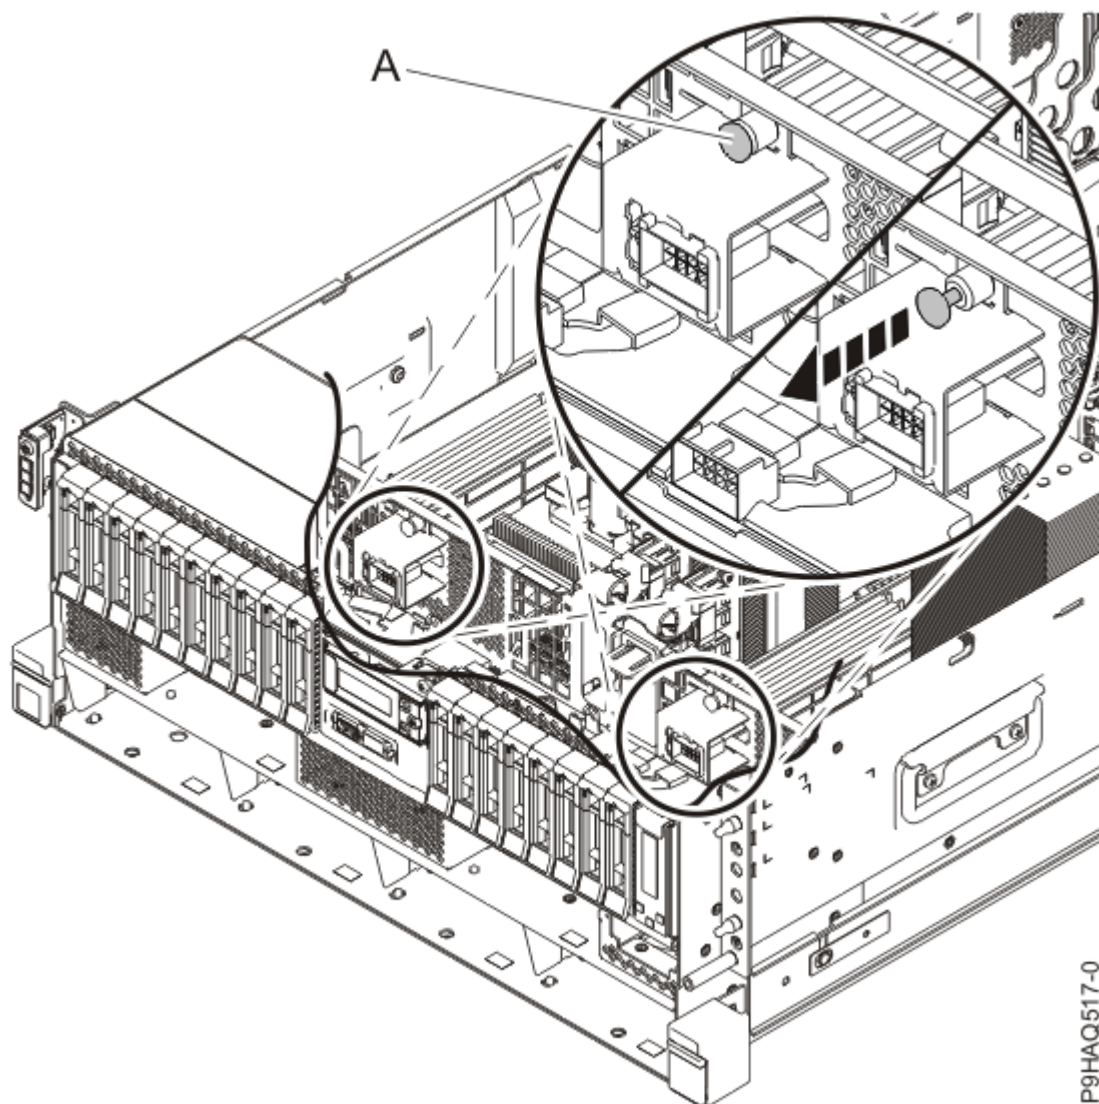
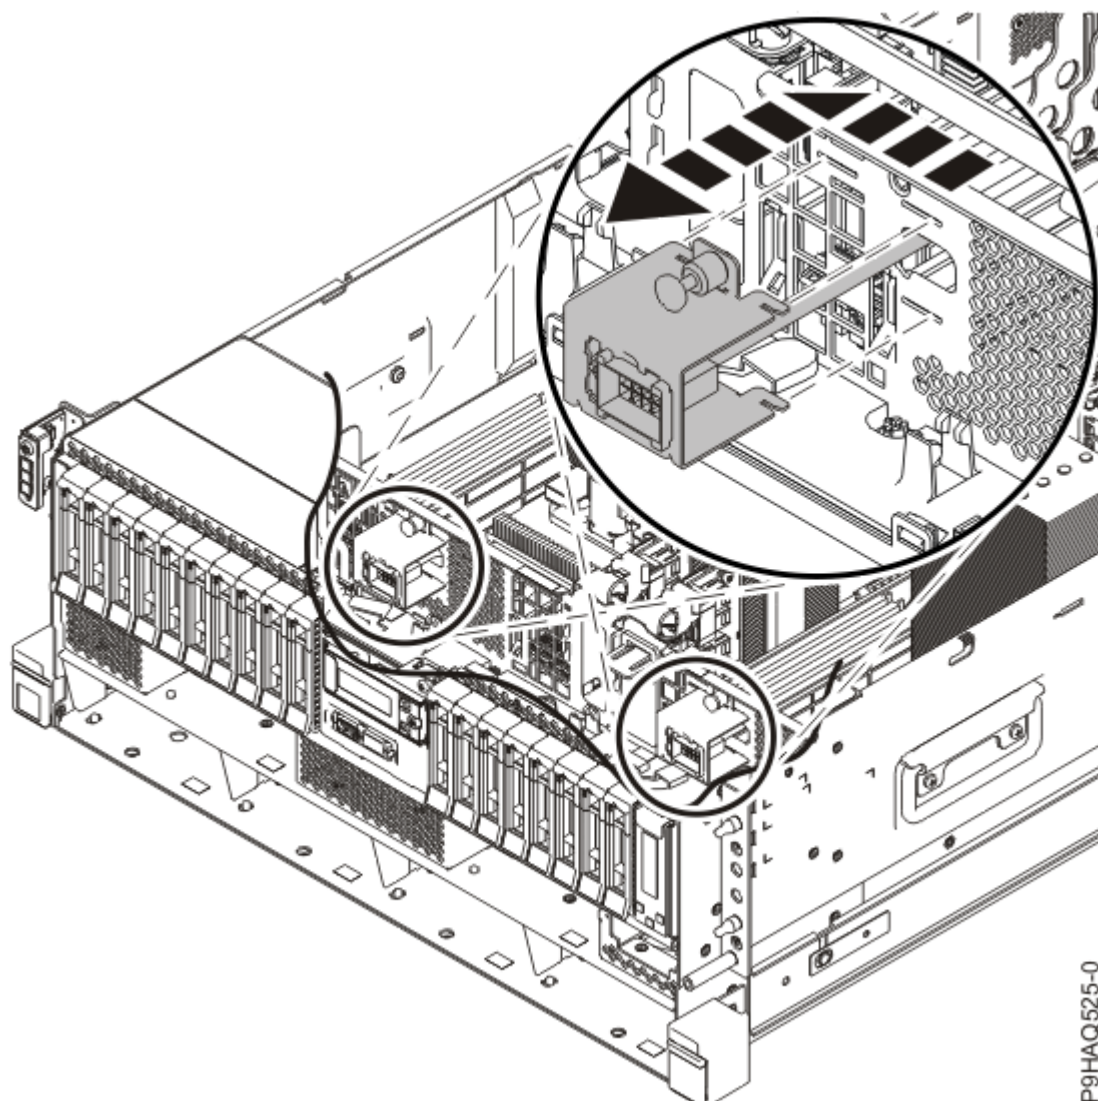

Figura 26: Liberando o soquete do ventilador da antepara
Figura 27: Removendo o soquete do ventilador da antepara
6. Solte o soquete do ventilador do anteparo, conforme mostrado na Figura 26 na página 32 e na Figura 27 na página 33.